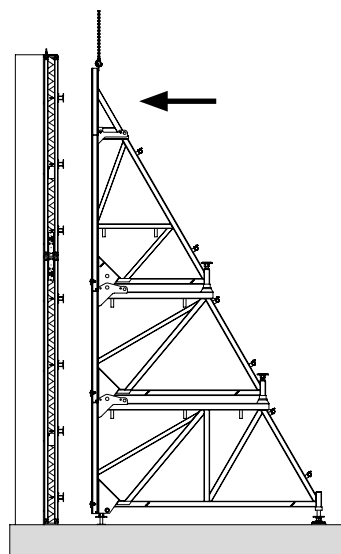

Fig. B2.03a
2. Sollevare il contrafforte con la gru dietro i correnti di acciaio/di distribuzione. (Fig. B2.03a)
3. Disporre gli attacchi per correnti (30) sui profili dei contrafforti, inserirli nei correnti di acciaio/di distribuzione e fissarli con il cuneo K (30.1).